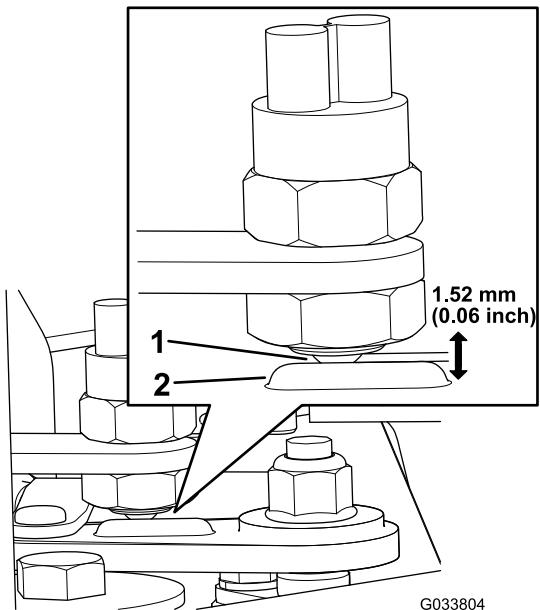

Figura 5
- 4. Verificate che l'interruttore a sfera si trovi nella parte anteriore della sporgenza della leva del cambio (Figura 5).
5. Regolate la profondità dell'interruttore a sfera su un gioco di 1,52 mm tra la sporgenza della leva del cambio e la superficie dell'interruttore a sfera (Figura 5).